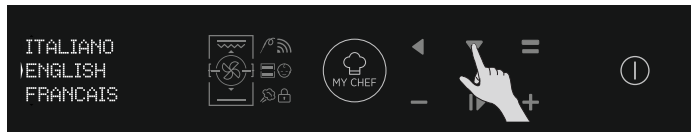

Abbildung 4
- Bitte rufen Sie den Abschnitt „Einstellungen“ auf und wählen Sie die Sprache aus dem Dropdown-Menü (Abbildung 4).